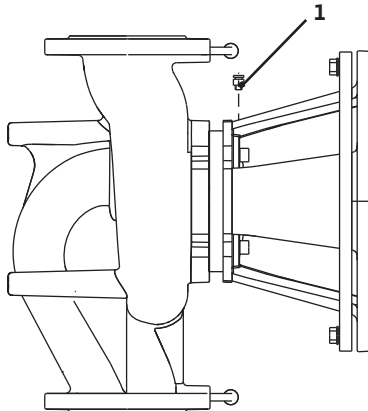

Fig. 38: Valvola di sfiato
- Sfiatare le pompe allentando le valvole di sfiato (fig. 38, pos. 1). Un funzionamento a secco distrugge la tenuta meccanica della pompa. Il trasduttore differenza di pressione non deve essere sfiatato (pericolo di distruzione).